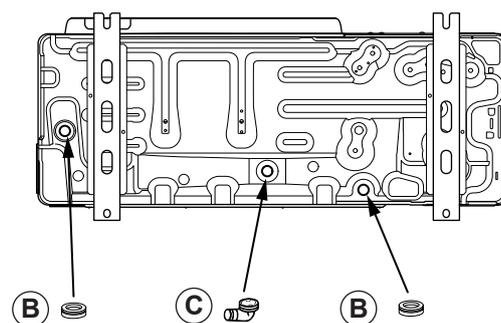

fig. 15 - Instalação da unidade exterior, evacuação dos condensados
- Em funcionamento, pode evacuar-se água do equipamento. Não instale o equipamento num terraço, prefira antes um lugar drenado (cama de brita ou areia). Se a instalação for realizada numa região em que a temperatura pode ser inferior a 0°C durante um período prolongado, verifique se a presença de gelo apresenta um perigo. É igualmente possível ligar um tubo de evacuação à unidade exterior (fig. 15).
A unidade exterior deve ser sobrelevada de pelo menos 50 mm em relação ao solo. Nas regiões com neve, esta altura deve ser aumentada mas não deve ultrapassar os 1.5 m (fig. 15).